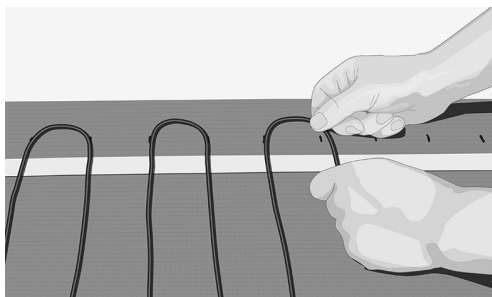

Abb. 11. Verlegen Sie das Kabel entsprechend der CC-Markierung
9. Verlegen Sie das Heizkabel und befestigen Sie es in regelmäßigen Abständen (Abb. 11).